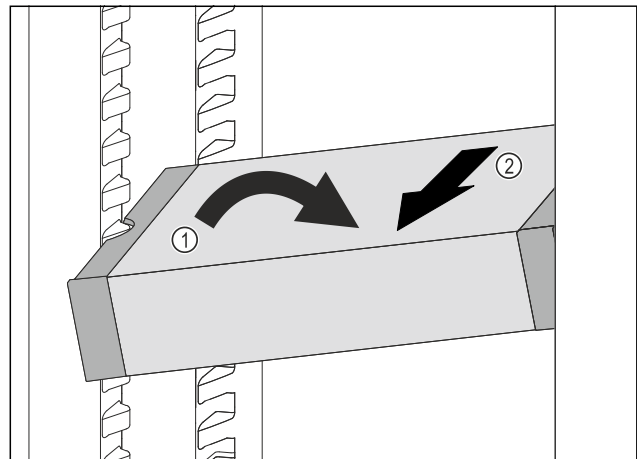

Fig. 131
- VarioSafe im Kühlteil schräg stellen. Fig. 131 (1)
- VarioSafe nach vorne entnehmen. Fig. 131 (2)